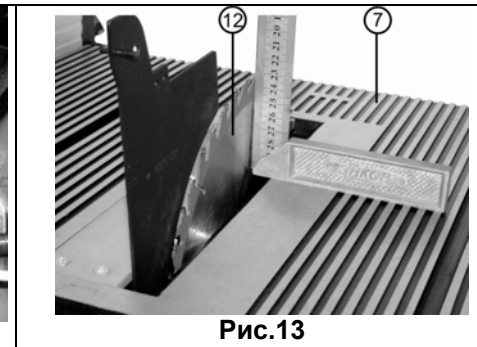
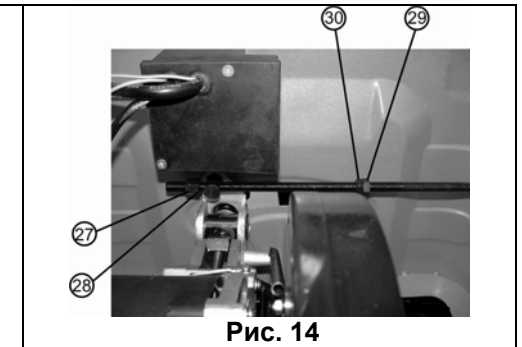

Рис.13
Рис. 14
- ослабьте контргайку (27) и, вращая гайку (28), Рис.14, отрегулируйте пильный диск в положении, соответствующем 90° к плоскости стола, Рис.13;
- затяните контргайку (27), Рис. 14.
**10.2. Регулировка наклонного положения 45° (Рис. 14)**